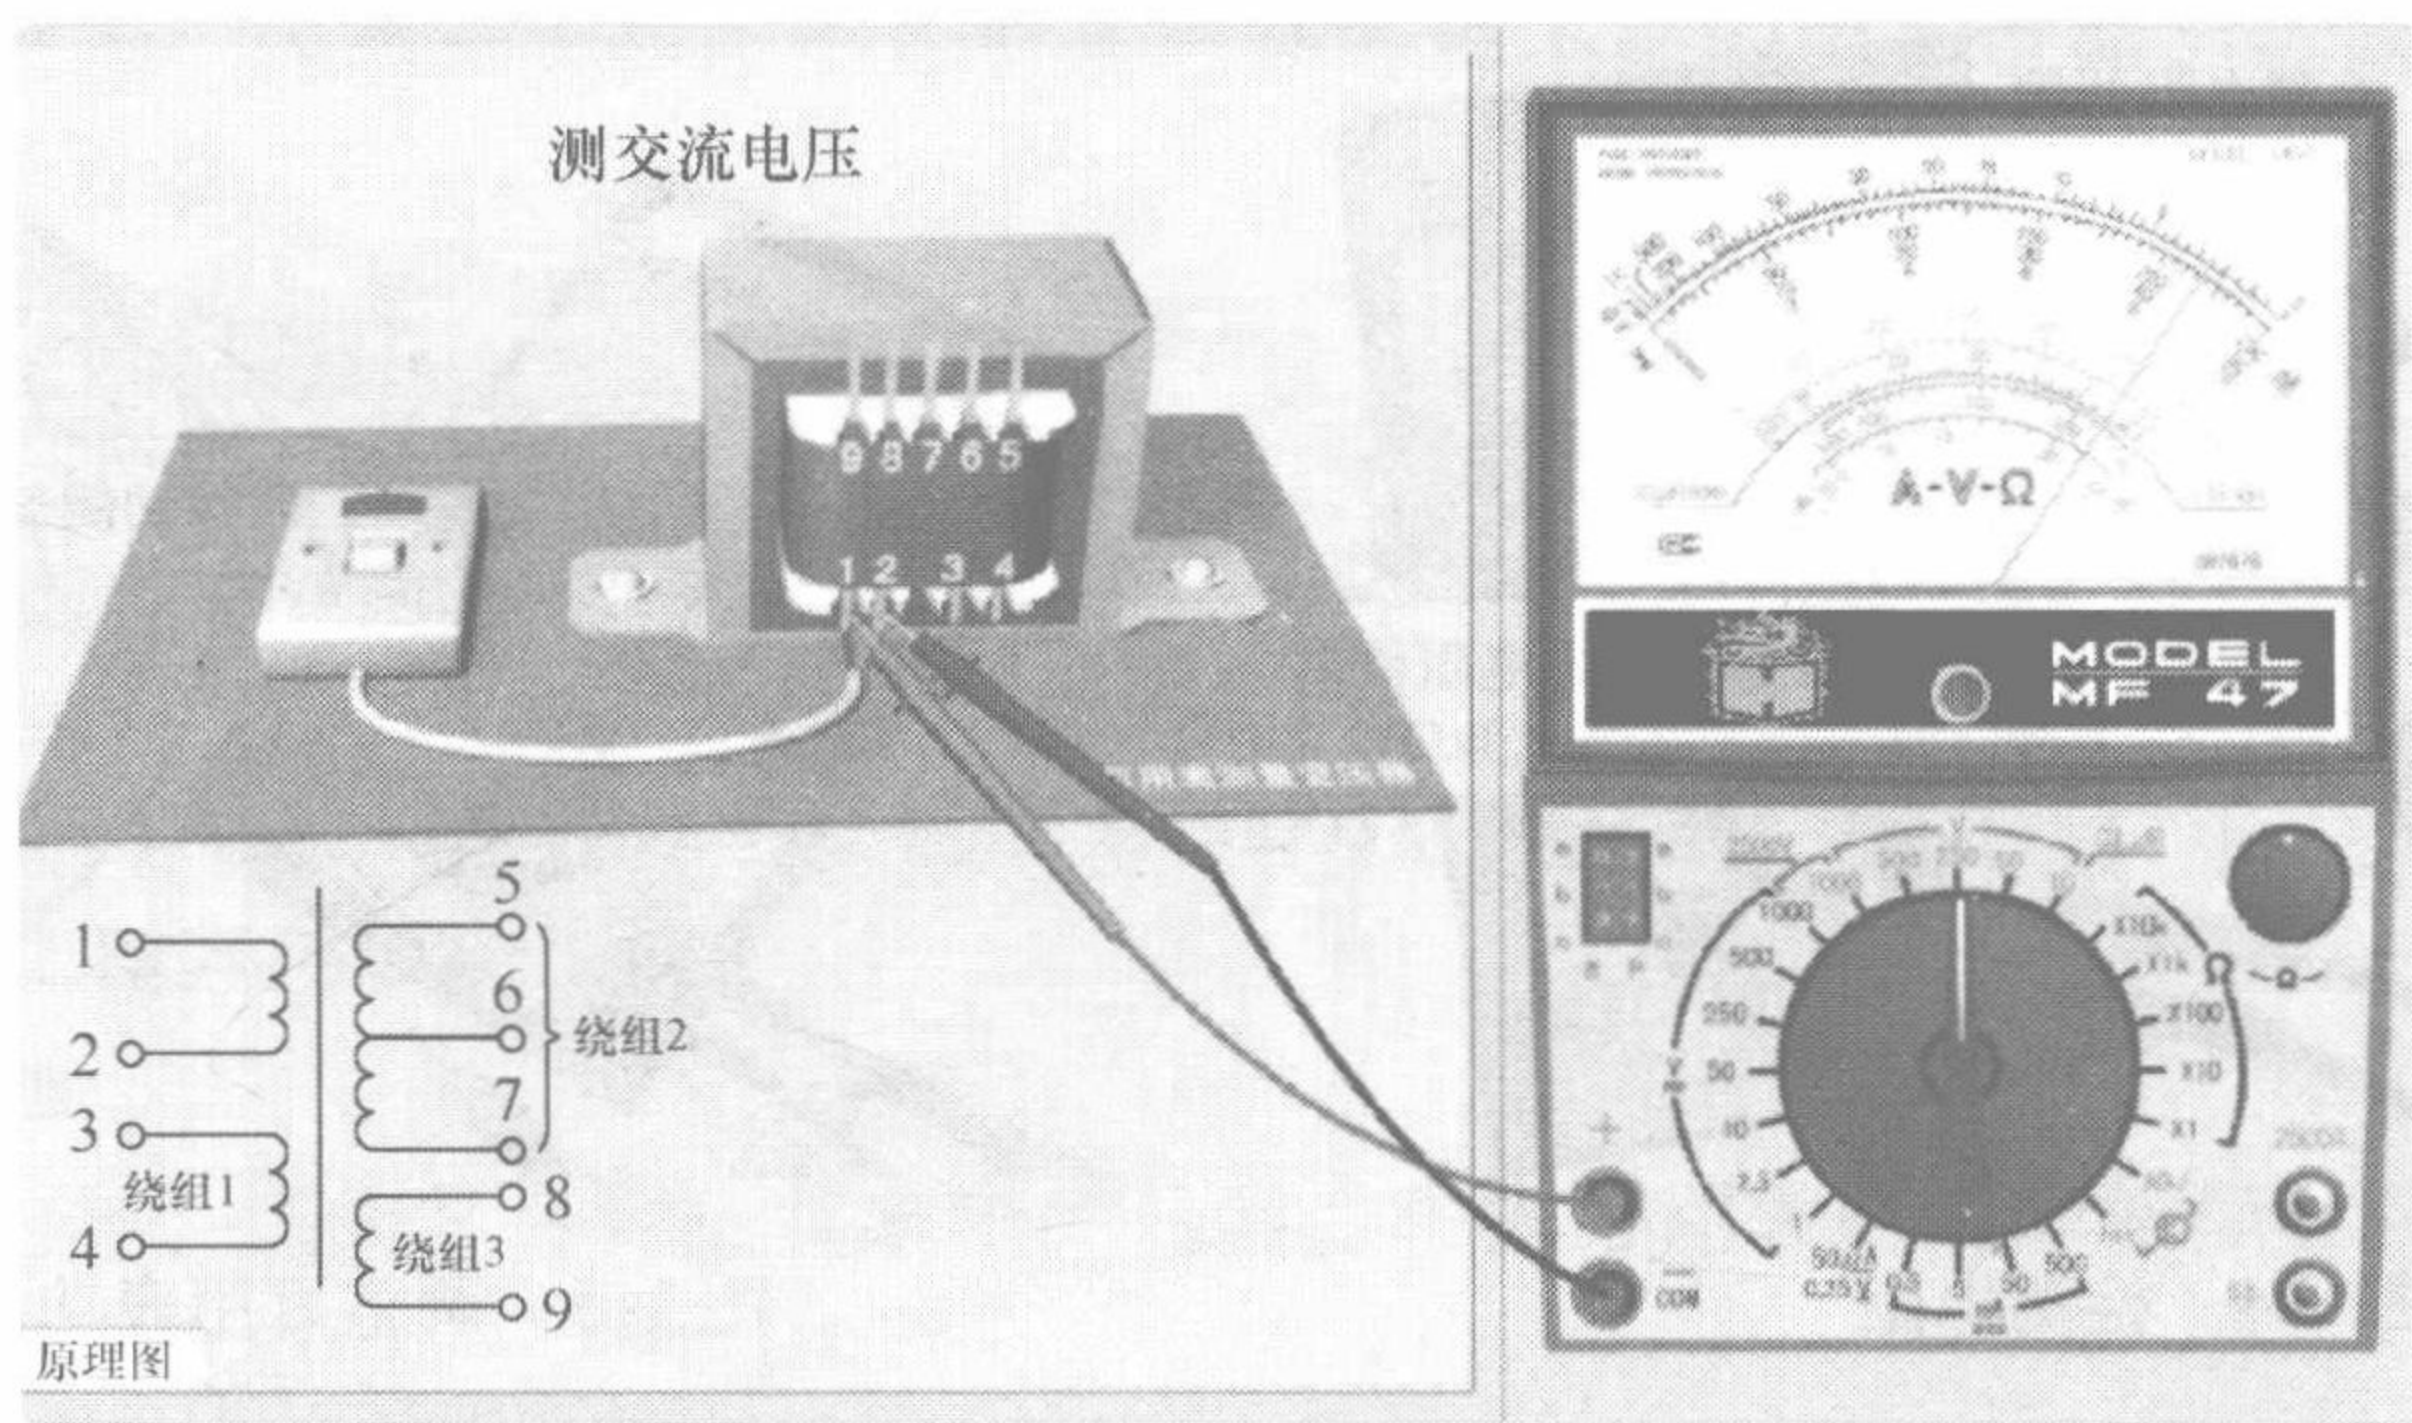

图 1-7 测量交流电压
(1) 选择档位 将万用表的红、黑表笔分别连接到万用表的表笔插孔中，将转换开关转到对应的交流电压最高档位。
(2) 选择量程 若不清楚电压大小，应先用最高电压档测量。图 1-7 所示电路为测量变压器输入市电电压，所以应选用 250V 档。
(3) 测量 用万用表测电压时应使万用表与被测电路并联，打开电源开关，然后将红、黑表笔分别与变压器输入端 1、2 测试点相连接，测量交流电压，如图 1-7 所示。
(4) 读数 仔细观察表盘，交流电压档刻度线是第二条刻度线，用 250V 档时，可用刻度线以下第一行数字直接读出被测电压值。注意：读数时视线应正对指针，根据示数大小及所